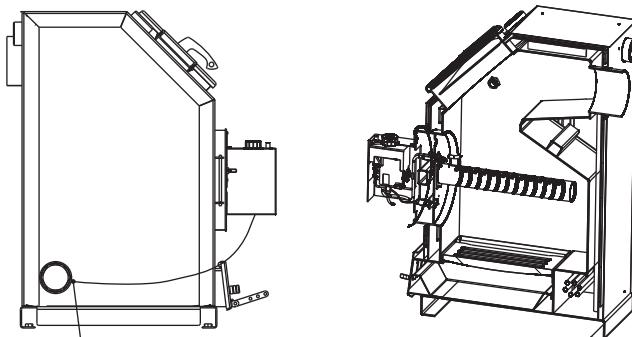

Рисунок 8. Установка ГГУ на котел «Прагматик 20 Газ»
Для установки ГГУ (рисунок 8), необходимо:
3. Термобаллон зафиксировать на патрубке «обратки» металлическим хомутом (рисунок 8).